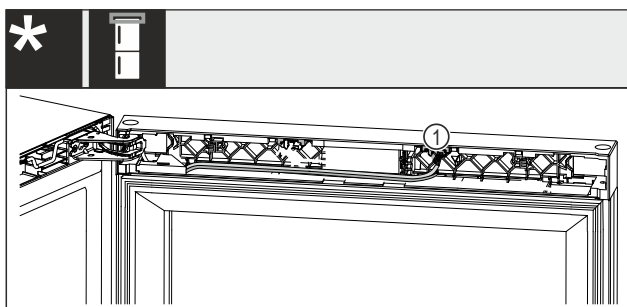

Fig. 19 Kombinirani zamrzivač za vino
- ▶ Izvucite utikač Fig. 19 (1) iz gnijezda.